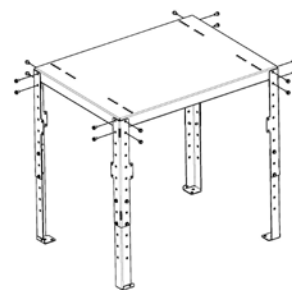

Fig. 39 - Assembler les jambes + le plan
- Fixer le plan d'appui de l'insert sur le jambes (voir **Fig. 39**).